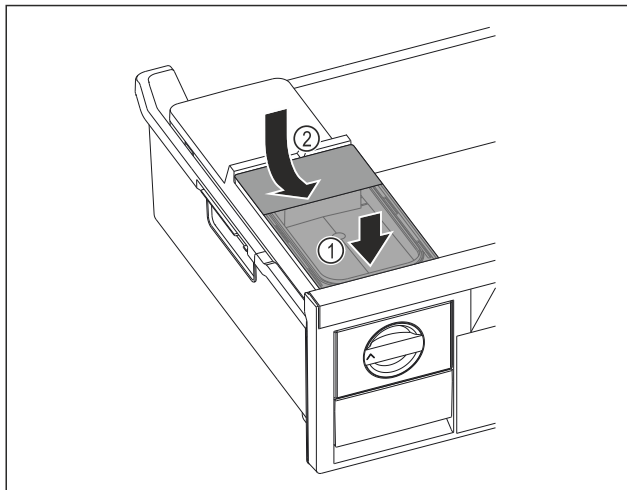

Fig. 214
- Postavite spremnik za vodu sprijeda. Fig. 214 (1)
- Spustite spremnik za vodu straga. Fig. 214 (2)